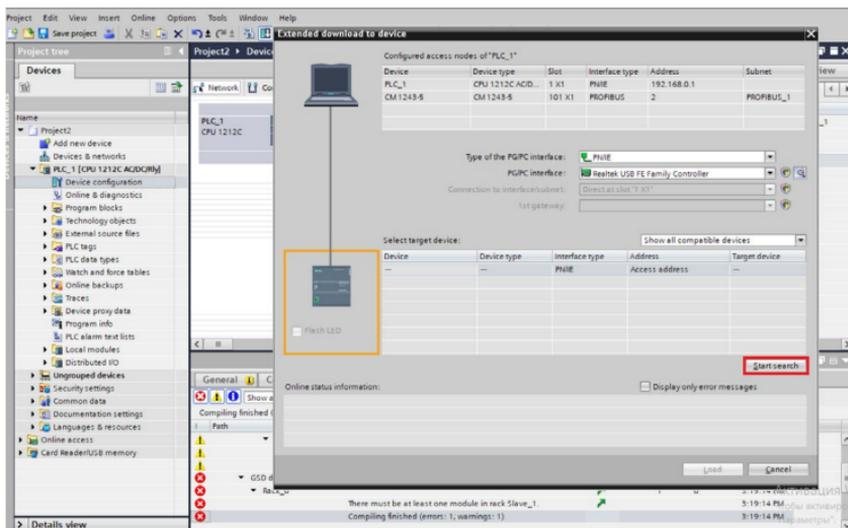

Рисунок 16 – Окно загрузки в ПЛК
10. Вернуться в рабочее поле «Network view» и при помощи курсора мыши соединить «PLC_1» и «Slave_1», как показано на рисунке 15. После чего нажать кнопку «Compile»  на панели инструментов, после этого - «Download to device», откроется новое окно (рисунок 16). В этом же окне нажать кнопку «Start search» для соединения между ПК и ПЛК.